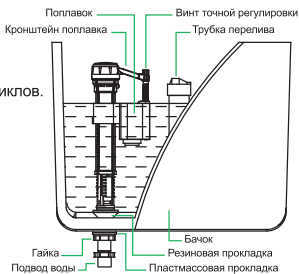

Рис. 1
- Уровень воды соответствует верхнему краю поплавка (рис. 1), он должен быть на 2–4 см ниже трубки перелива воды;**